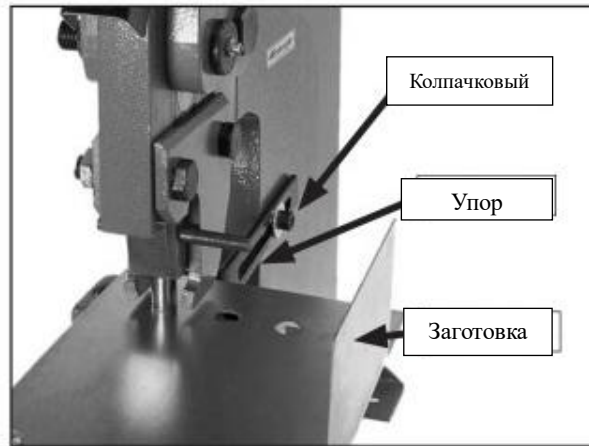

Рисунок 9. Упоры для заготовки
2. Если резание сделано правильно, опустите ручку так, чтобы перфоратор прошел через только что сделанное отверстие и вошел в штамп внизу (**рисунок 9**).
3. Отрегулируйте упор для заготовки так, чтобы обеспечить необходимую опору и выравнивание с заготовкой, затем затяните колпачковый винт (**рисунок 9**).